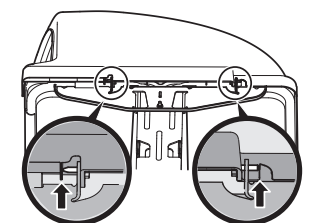

Figure 10
6. L'axe de charnière s'enclenche et est fixée par l'encoche sous le couvercle du bac récupérateur. Voir les encadrés de la Figure 10.